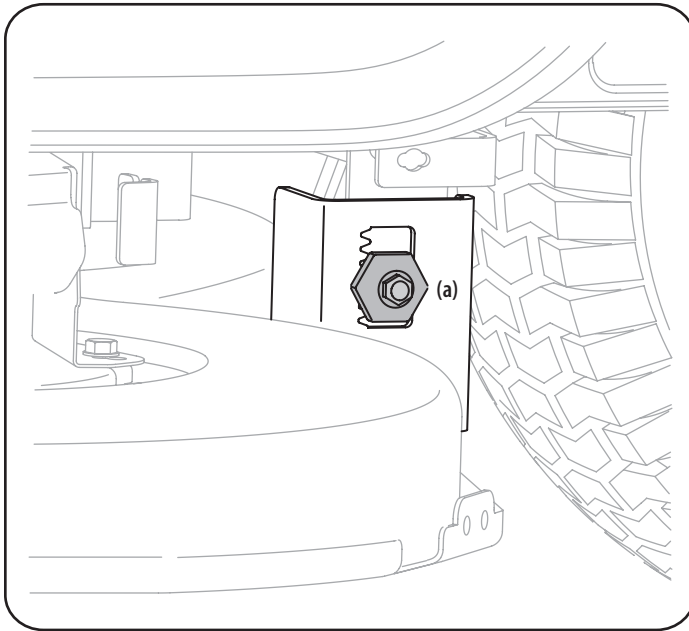

Figura 24
3. Afloje, pero NO extraiga, el tornillo hexagonal (a) ubicado en la ménsula de suspensión izquierda de la plataforma. Consulte la Figura 24.